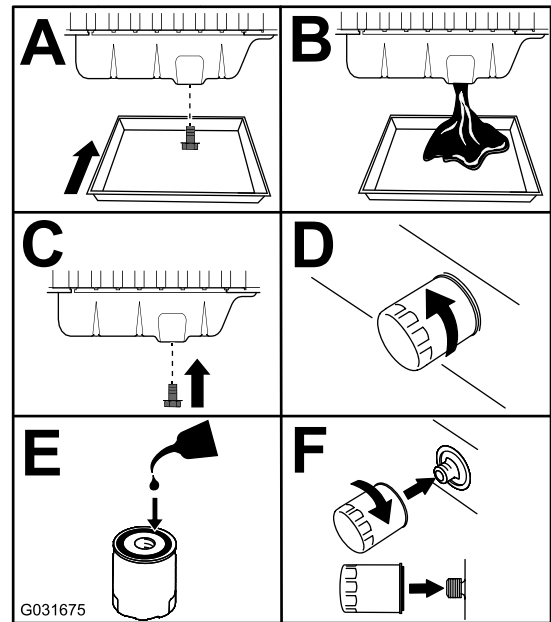

Figura 81
3. Cambie el aceite del motor y el filtro (Figura 81).